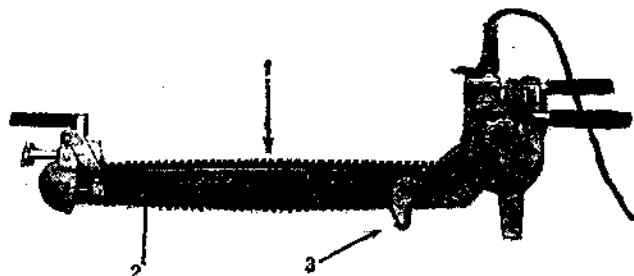

Рис. 15. Пильная цепь.
пильной шины (2), благодаря чему обеспечивается плавное скольжение пильной цепи по шине. Пильное полотно скреплено наглухо с корпусом, образуя с ним одно целое. Со стороны моторной части к пильному полотну и корпусу прикреплены направляющие упоры (3) в виде выступов, служащие для направления движения пилы во время пилки (рис. 15).